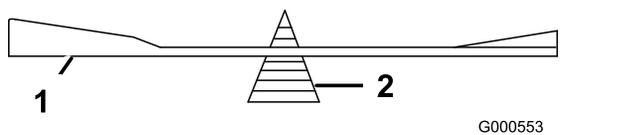

Рисунок 109
2. Проверьте балансировку ножа с помощью балансирующего устройства для ножей (Рисунок 109).